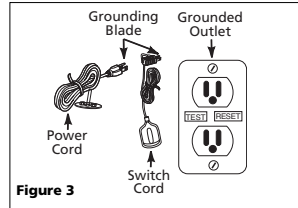

Figure 3
- Insert the pump power cord plug directly into the back of the float switch cord plug (See Fig. 3).
- Conecte el cordón de la bomba al tomacorrientes ubicado en la parte posterior del enchufe del cordón del flotante (Vea la Fig. 3).